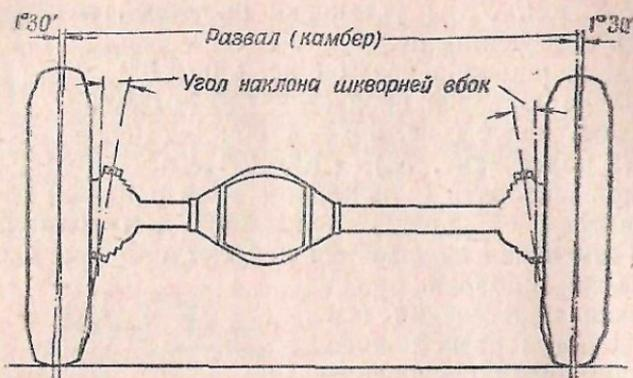

Рис. 69. Наклон шкворней вбок и развал передних колес (камбер)
- угол наклона шкворня вбок (рис. 69) — $7^\circ 30'$;
- угол развала колес (рис. 69) — $1^\circ 30'$;
При наклоне шкворня вбок (рис. 69) и при наличии камбера отклонение колес от нейтрального положения сопровождается подъемом передней части автомобиля. Вес автомобиля препятствует отклонению колес, заставляет их вернуться в нейтральное положение. Поэтому если случайные боковые силы, действующие на колеса автомобиля при движении, выводят их из нейтрального положения, то благодаря наклону шкворней вбок колеса возвращаются в исходное положение.
К а м б е р (рис. 69) — угол отклонения переднего колеса автомобиля от вертикального положения. Он создается наклоном на тот же угол оси поворотной цапфы и обеспечивает устойчивое положение на ней колеса.